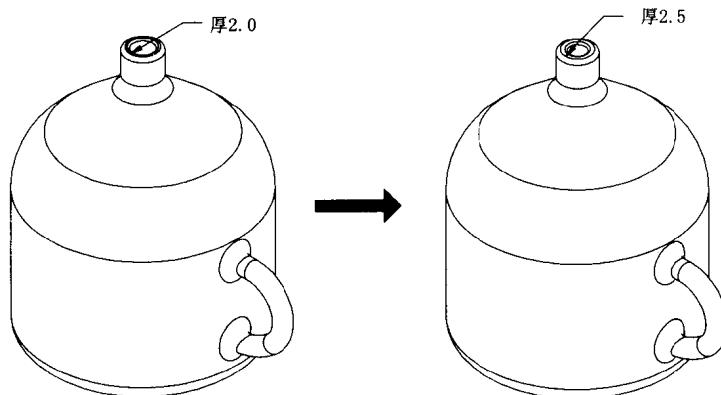

图1.14
(3) 增加水壶的强度：如图 1.14 所示，可修改壳壁厚，以增加水壶的强度。